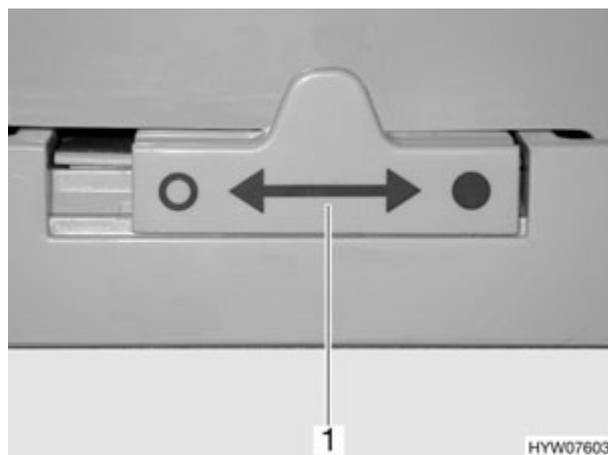

Fig. 160 Dispositif de verrouillage de la porte du réfrigérateur (variante 4)
- Pousser le dispositif de verrouillage (Fig. 160,1) vers la gauche "○".
- Pousser le dispositif de verrouillage (Fig. 160,1) complètement vers la droite "●".